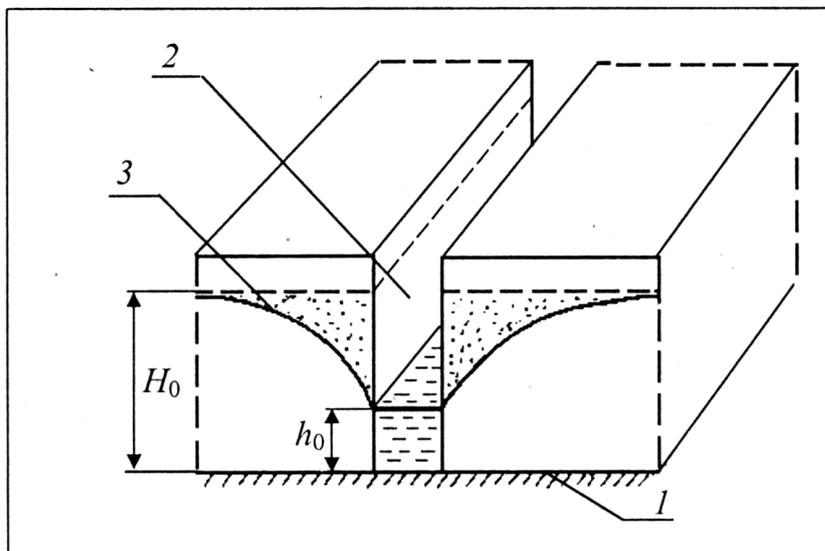

Рис. 1. Совершенная галерея:
7. Проверим по формуле (6), достигается ли требуемое понижение уровня грунтовых вод в точках A и B поля осушения (см. рис. 1):